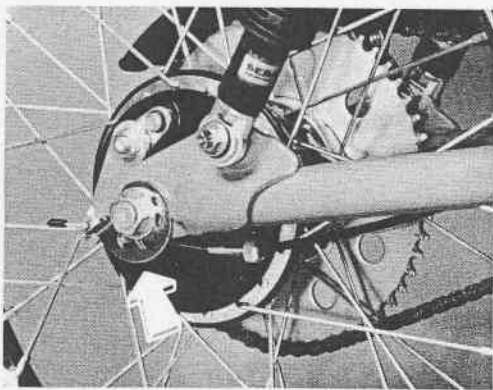

Fig. 20 - Tendeur de chaîne
- Débloquez le pivot de fixation de la roue arrière et desserrez les deux tendeurs de chaîne (Fig. 20).
- Agissez uniformément sur les tendeurs de chaîne (Fig. 20) afin d'obtenir une tension appropriée et de vérifier l'alignement de la roue.